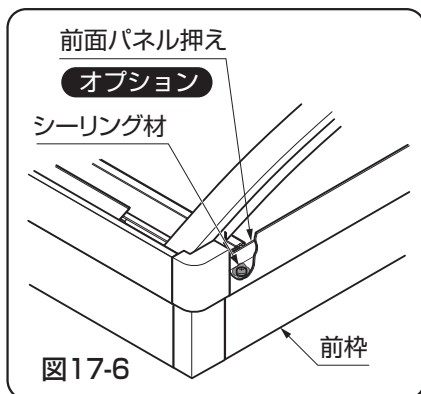

図17-6
- 【14-1】取付け部にシーリングしてください。(図17-6参照)
- ⑦端部アーチカバーの溝に前面パネルBをはめ込み、端部アーチカバーを取付けてください。
- ⑧前面パネルBを押えるように、前面パネル押えを前枠に【14-1】で取付けてください。
- ⑨前面パネルカバーを、一番上は【14-8】でアーチに、それ以外は前面パネル束柱に【14-7】で取付けてください。
- ⑩前面パネルカバー上部にシーリングしてください。